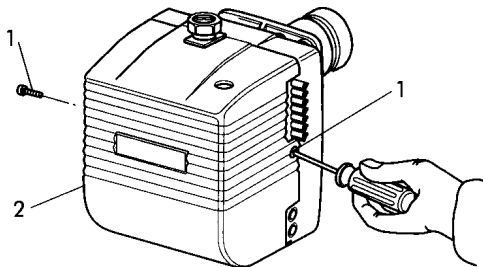

Abb. 1
Um Zugang zu den Hauptbestandteilen zu bekommen, braucht nur die Haube abgenommen zu werden, wie in (Abb. 1) gezeigt.
- Den Gashahn abdrehen und die Gasrampe des Brenners abnehmen. Die Schrauben 1 lösen und die Haube 2 abnehmen (Abb. 1).